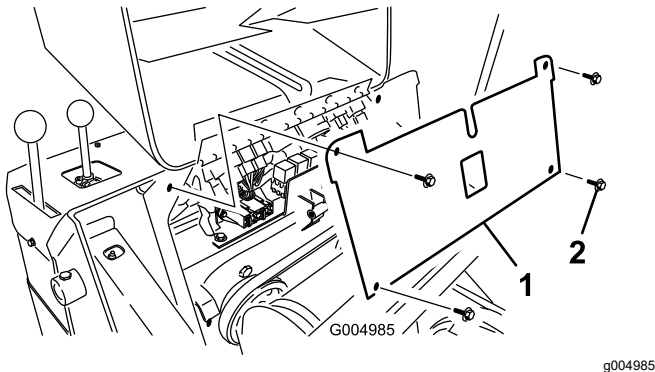

図 42
- ヒューズパネルを固定しているねじ4本を外し、パネルを上方に引き出して外す 図 42。